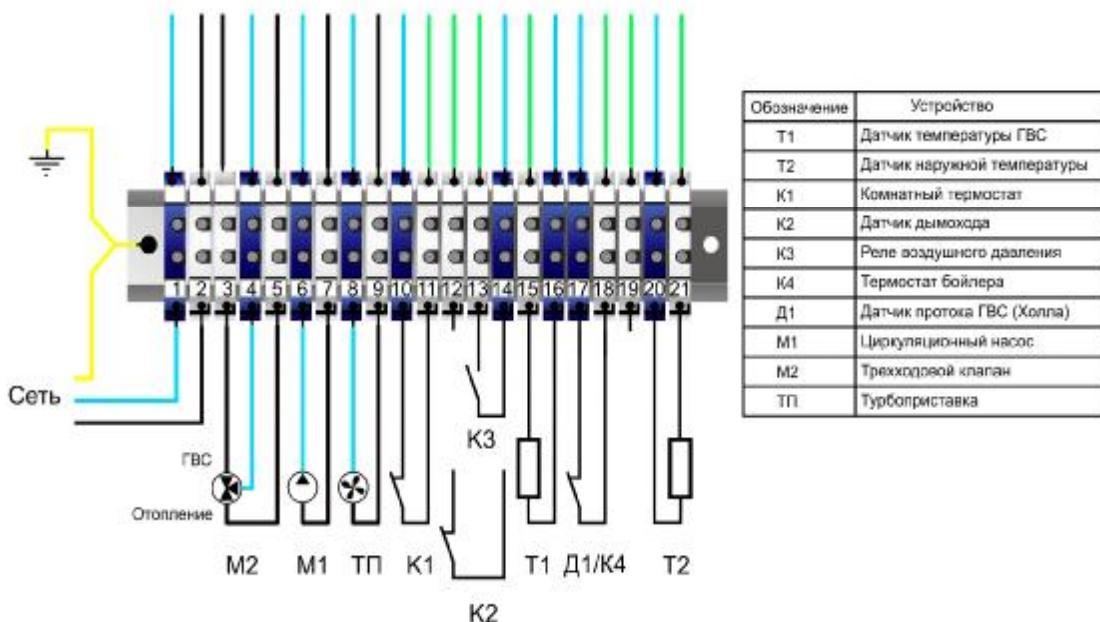

Рис. 7. Схема подключений внешних цепей котла
- Выполнить подключение дополнительных внешних приборов согласно схеме рис.7 (если они были заказаны для имеющегося исполнения котла или предусмотрены проектом).
- произвести подключение питающей сети к клемной колодке, как указано на рис.7.
- произвести подключение циркуляционного насоса к контактам контактной колодки (M1), как указано на рис. 7, протянув кабель через отверстие в задней стенке котла;
- произвести подключение комнатного термостата (программируемого комнатного термостата) K1,в соответствии с инструкцией по его эксплуатации, как указано на рис.7, протянув кабель через отверстие в задней стенке котла;